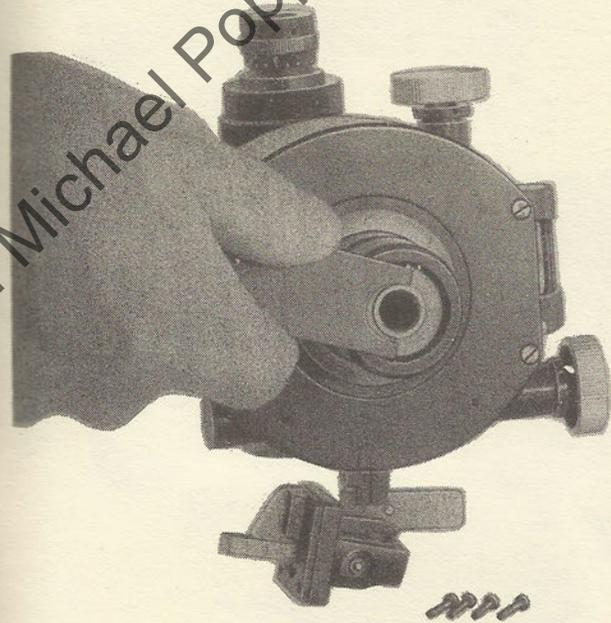

Bild 9
- 3.(Bild 9) Mit dem im kleinen Zubehör befindlichen Hakenschlüssel Vorschraubring herausdrehen.